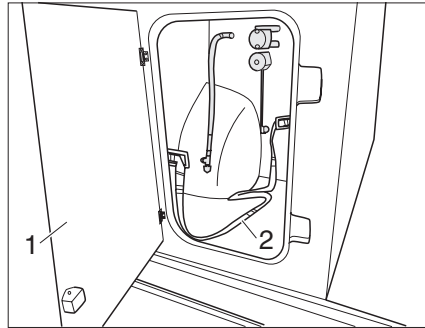

Bild 59 Åtkomstlucka till gasflaskan
- ▶ Fäst gasflaskan med fästremmarna (Bild 59,2).
- ▶ Stäng åtkomstluckan (Bild 59,1).
- ▶ Öppna åtkomstluckan (Bild 59,1) till gaslådan.